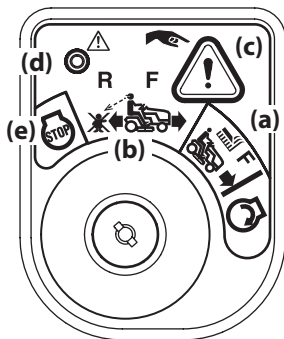

Figura 3-2
2. Gire la llave de la posición CORTE NORMAL a la posición MODO DE PRECAUCIÓN EN MARCHA ATRÁS del módulo de encendido. Vea la Figura 3-2.
3. Oprima el BOTÓN DE MARCHA ATRÁS (c) en el ángulo superior derecho del módulo de encendido. La luz indicadora roja (d) que está en el ángulo superior izquierdo del módulo de encendido se mantendrá ENCENDIDA mientras esté activada. Vea la Figura 3-2.